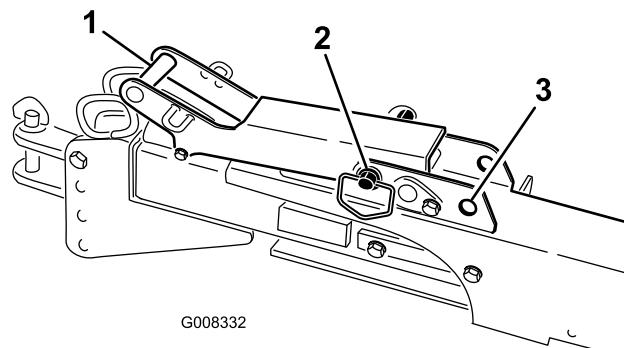

Figura 35
- Se utilizar o engate de reboque, reposicione o processador core atrás do veículo, retraia o engate e move a pega do trinco do pino para a posição bloqueado (Figura 35).